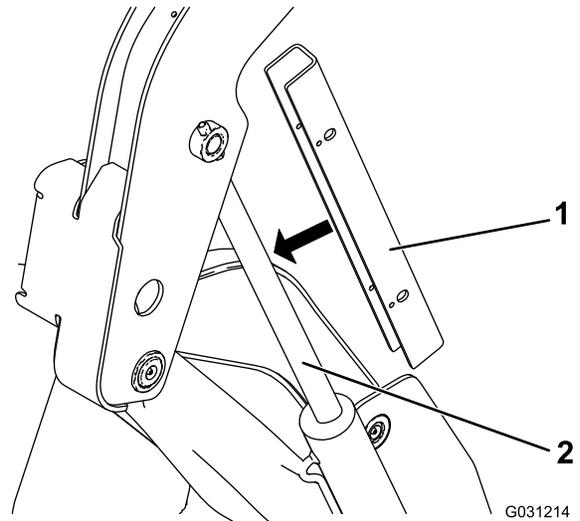

Figura 38
5. Coloque los bloqueos de cilindro sobre la varilla del cilindro de elevación (Figura 38).